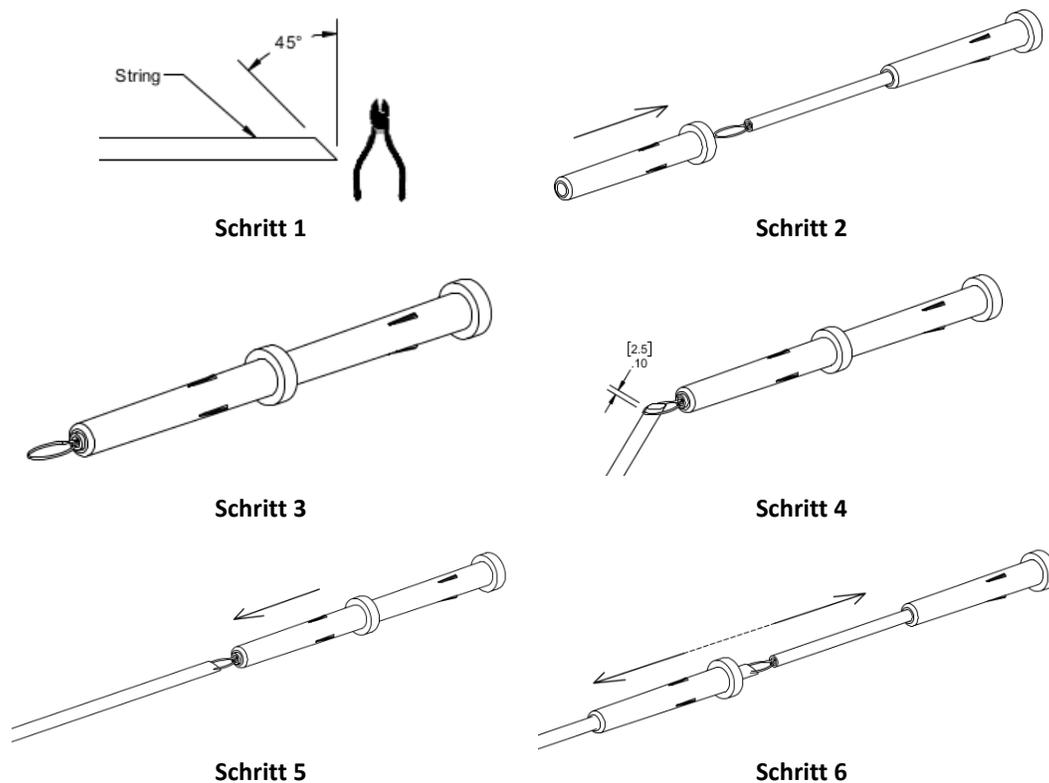

Abbildung 3-5, Stranghülsen-Tool Vorgang
6. Neue Hülse auf Strang mit dem Stranghülsen-Tool installieren (wenn anwendbar) Siehe Abbildung 3-5,